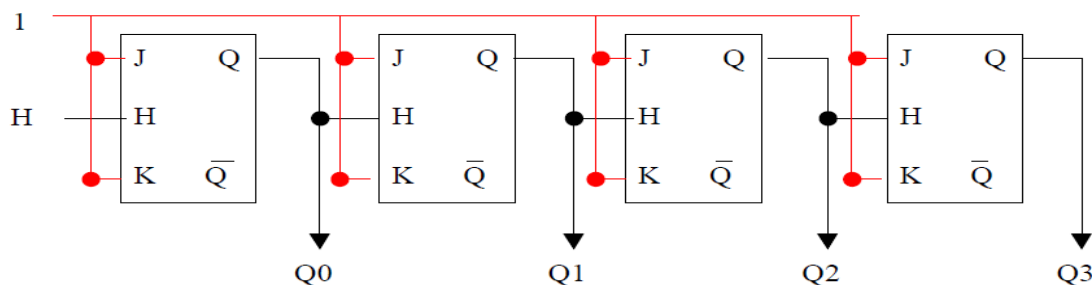

Figure 5 : compteur asynchrone modulo-16
- 6- Faire le changement nécessaire sur la figure 5 pour réaliser un décompteur modulo-16.